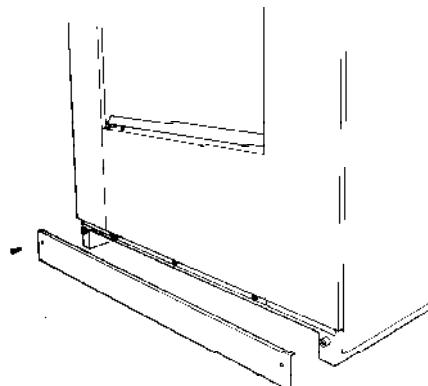

fig. 12
- Assemble the toe plate (*fig. 12*). This piece is shipped disassembled. The fixing screws are secured in the toe plate fixing brackets.
- Montar el zócalo frontal (*fig. 12*). Esta pieza se envía desmontada del resto de la máquina. Los tornillos de fijación están atornillados en los soportes de fijación del zócalo.
- Monter le socle frontal (*fig. 12*). Cette pièce est envoyé démontée du reste de la machine. Les vis de fixation sont vissés sur les supports de fixation du socle.
- Assemble the front toe plate (*fig. 12*). This piece is shipped disassembled. The fixing screws are secured in the toe plate fixing brackets.